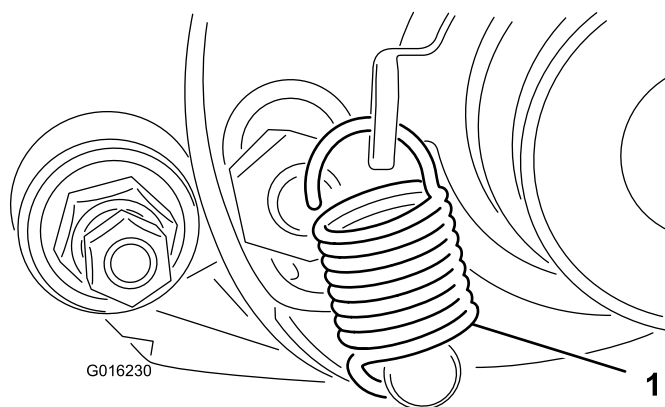

Figura 13
29. Gire la polea tensora hasta que pueda enganchar el muelle de la palanca de cambio en el taladro del soporte de la polea y sobre el espárrago, según se muestra en Figura 13.